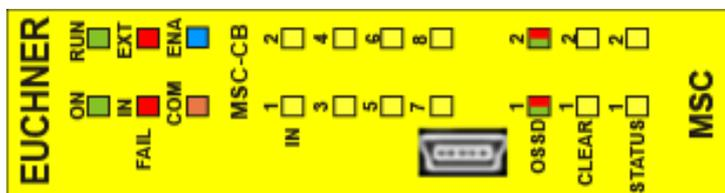

Figura 13:
8.3.1. Modulo base MSC-CB (Figura 13)